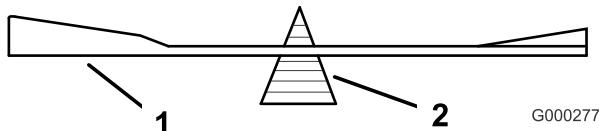
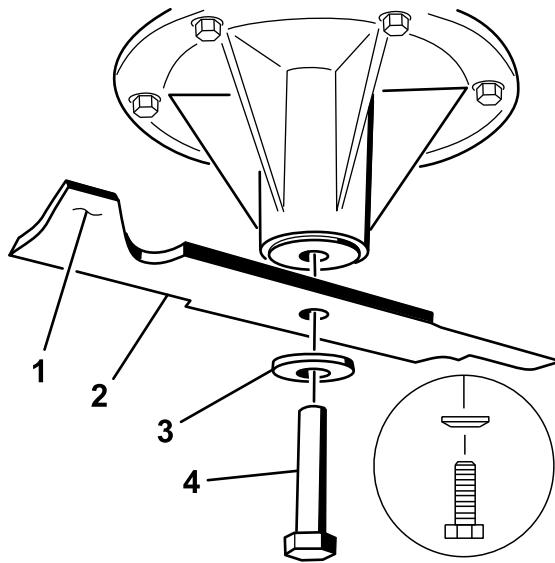

Figure 100
Figure 101
2. Vérifiez l'équilibre de la lame en la plaçant sur un équilibrage (Figure 100). Si la lame reste horizontale, elle est équilibrée et peut être utilisée. Si la lame est déséquilibrée, limez un peu l'extrémité de la partie relevée seulement (Figure 101). Répétez cette procédure jusqu'à ce que la lame soit équilibrée.
1. Reposez sur les axes, les lames gauche et centrale, les rondelles bombées et les boulons de lame (Figure 101 et Figure 102).
Remarque: Le cône de la rondelle bombée doit être dirigé vers la tête du boulon (Figure 101).
2. Posez sur l'axe, la lame droite, la rondelle bombée et le boulon (fileté à gauche) (Figure 101 et Figure 102).